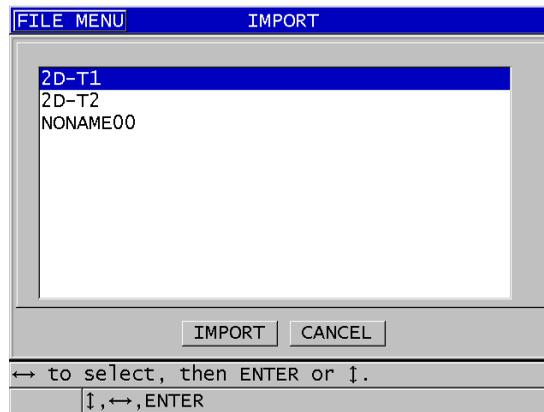

Abbildung 14-6 Fenster IMPORT (Beispiel)
6. Verfahren Sie im Fenster **IMPORT** (siehe Abbildung 14-6 auf Seite 282) wie folgt: